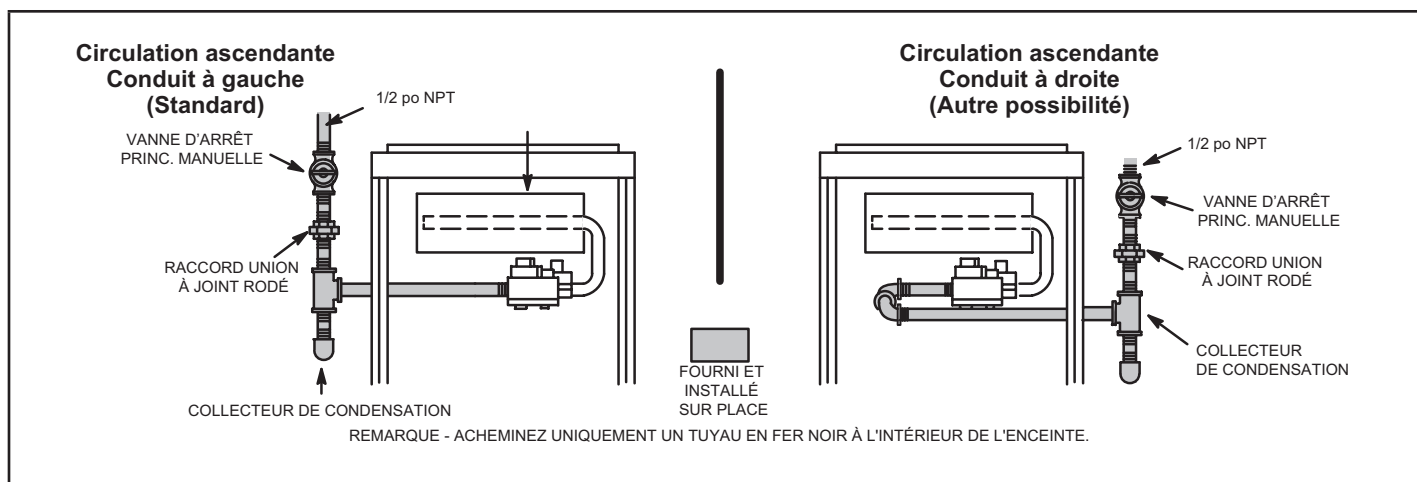
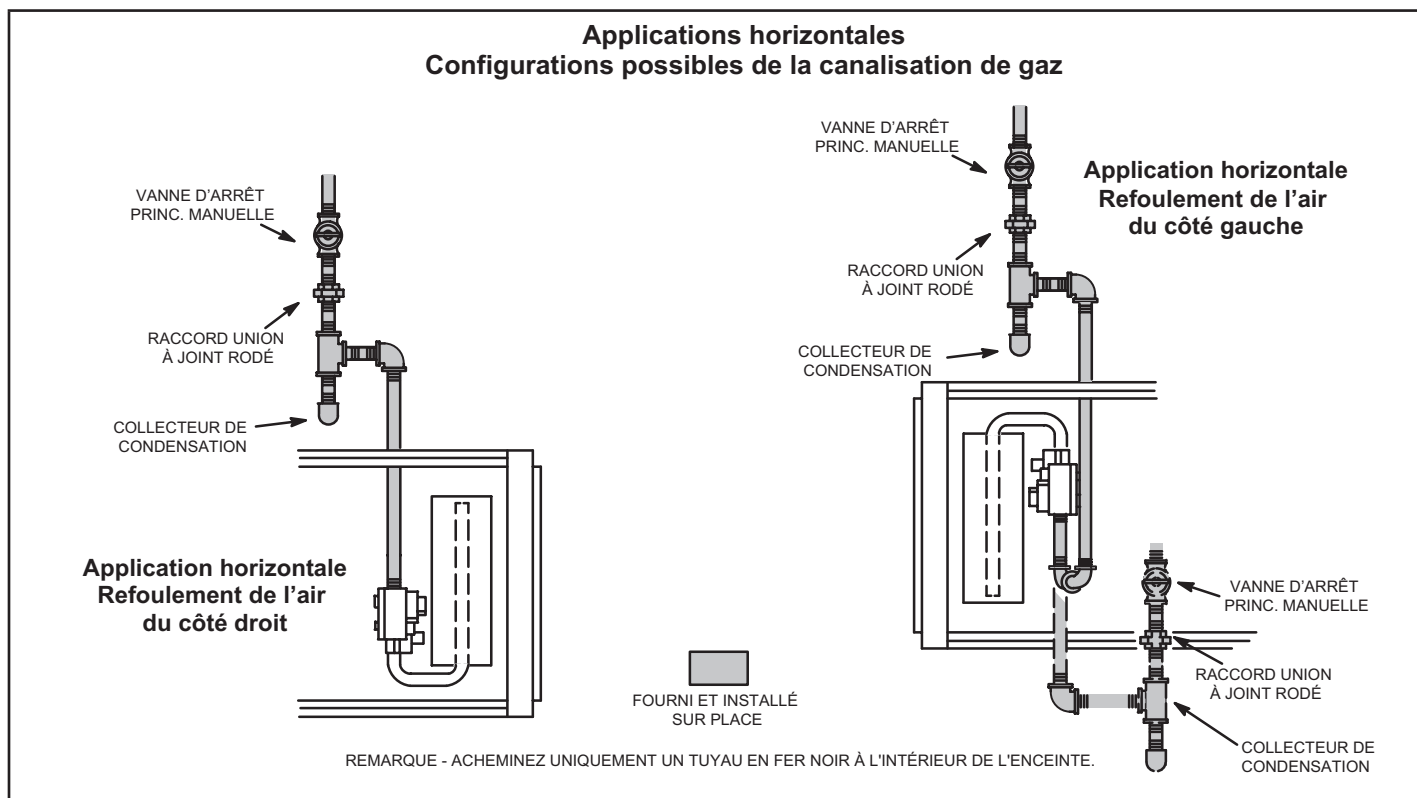

Figure 56
Figure 57
- 1 - La canalisation de gaz peut pénétrer dans l'unité par le côté droit ou le côté gauche. La canalisation d'alimentation entre dans la vanne de gaz par le côté de la vanne, comme illustré à la Figure 56. Connecté la canalisation de gaz sur la vanne. La canalisation de gaz doit être serrée à un couple minimum de 350 lb-po et un maximum de 800 lb-po sur la vanne de gaz.
- 3 - La canalisation de gaz ne doit pas traverser les conduits d'air, les chutes à linge sale, les cheminées ou conduits d'évacuation des gaz, les monte-plats ou les cages d'ascenseur. Centrez la canalisation de gaz dans l'ouverture. La canalisation de gaz ne doit pas toucher le côté de l'unité. Reportez-vous à la Figure 56 et à la Figure 57.